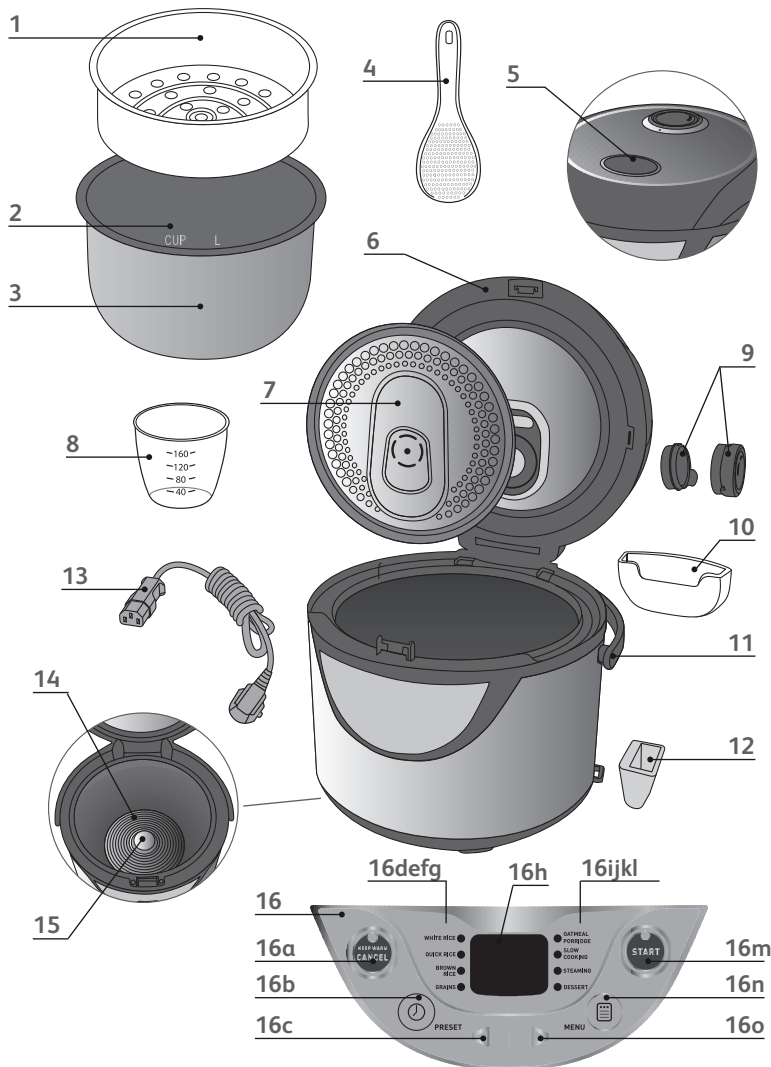

FIG.1
- Deschideți capacul prin apăsarea butonului de deschidere situat pe capac – **Fig.1**.